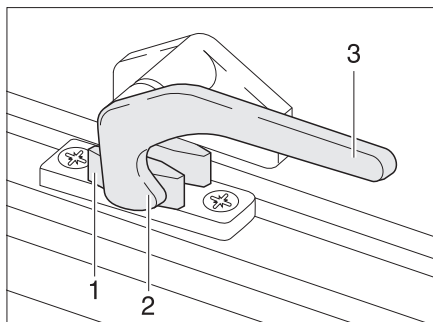

Bild 41 Låsarm i läget "stängd"
- Sväng låsarmen (Bild 41,3) ett kvarts varv mot fönstrets mitt.
- Sväng låsarmen (Bild 41,3) ett kvarts varv mot fönsterkarmen. Låsspaken (Bild 41,2) är placerad på insidan av fönsterlåset (Bild 41,1).
- I läget "helt stängt" (Bild 41).